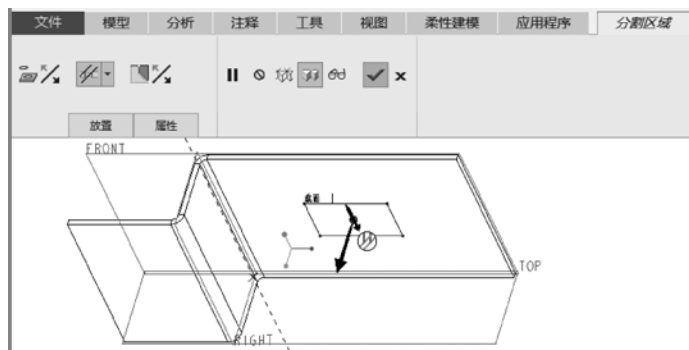
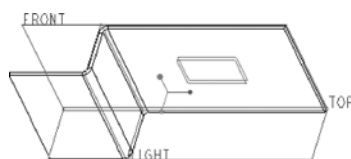

图 5-34 “分割区域”选项卡
图 5-35 完成创建分割区域
(4) 在“分割区域”选项卡中确保选中  (垂直于驱动曲面的分割) 图标选项, 如图 5-34 所示, 然后单击  (完成) 按钮, 完成创建的分割区域如图 5-35 所示, 此时可以确保在“图形”工具栏中单击  (消隐) 按钮以消隐显示样式显示模型。